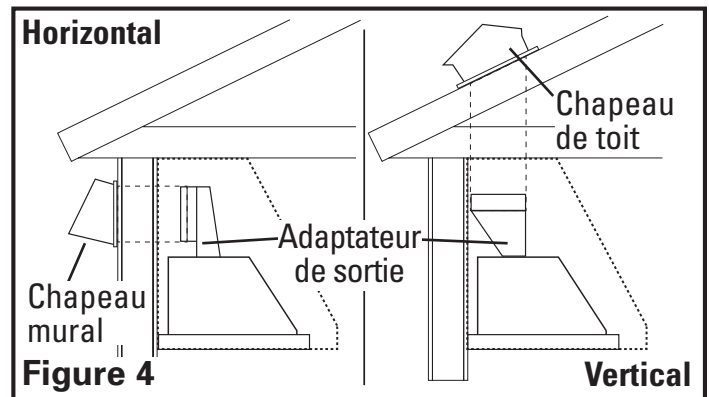

Figure 4
- Déterminez le type de conduits dont vous aurez besoin (**Figure 4**).
**REMARQUE :** Lorsque la terminaison du conduit est similaire à celle illustrée à la figure 4 (passant au travers du mur sur lequel la hotte est installée) l'installation requiert une considération spéciale. Dépendant de où les montants muraux sont situés, il peut être nécessaire de couper un montant mural ou plus et d'installer une chevêtre et une assise pour transférer la charge aux montants adjacents. Des montants additionnels pourraient devoir être bâtis dans l'ouverture pour fixer la cloison sèche et pour fixer la hotte. Si vous rencontrez cette situation, Air King recommande que vous embauchiez un professionnel et que vous vous conformiez avec tous les codes du bâtiment applicables.